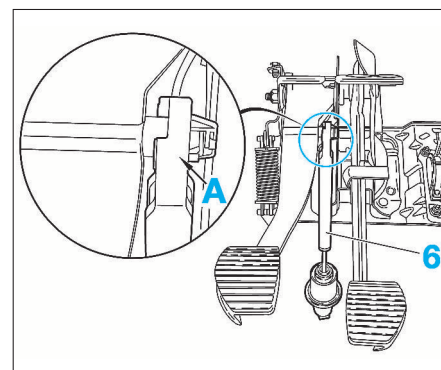

FIG. 3
- Désaccoupler la rotule du cylindre émetteur d'embrayage (6) (en "A") (Fig.3).
- la rotule sur la pédale d'embrayage (en "A") (Fig.3).